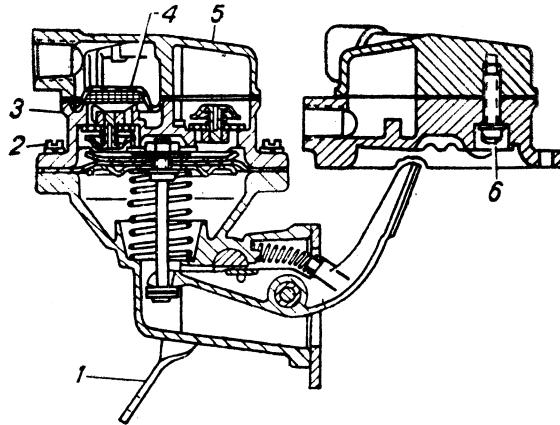

Рис. 17. Бензиновый насос.
**Бензиновый насос** (рис. 17) снабжен рычагом для ручной подачки бензина в поплавковую камеру карбюратора. При работе двигателя этот рычаг удерживается пружиной в нижнем положении, иначе насос может отключиться и подачи горючего не будет.